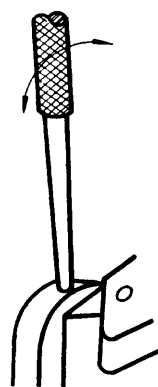

Fig. 3
- a Gire la palanca de accionamiento para ambos lados, a fin de localizar los extremos de la trayectoria (fig. 3).